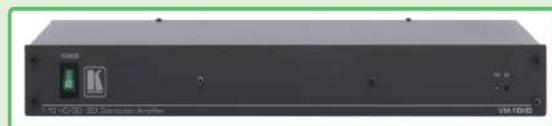

Imagen 5. Distribuidor de video Kramer HS-SDI VM10HD.
1.1.1.5. Distribuidor de Video Kramer HS-SDI VM10HD: Se encuentra ubicado debajo de uno de los controles remotos y de la grabadora, y su color es gris oscuro como se evidencia en la imagen 5. Su función es distribuir la señal del programa a diversos equipos y puntos de conexión, como los retornos de cámaras y el panel del estudio.